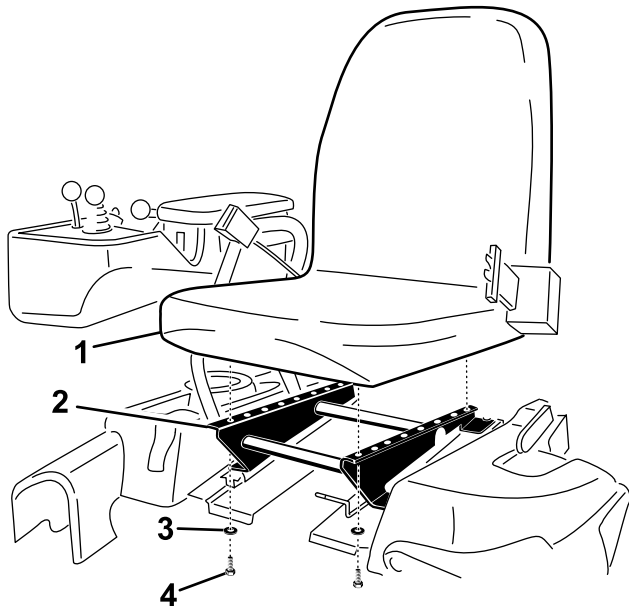

Bild 4
3. Befestigen Sie den Sitz mit den vier vorher entfernten Schrauben und Scheiben am Sitzunterteil (**Bild 4**).